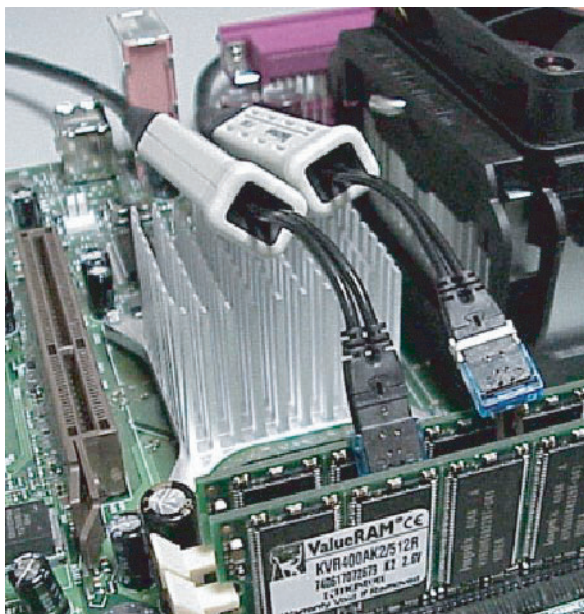

图 10：焊接 Tip-Clip 组件
- 在局促的空间内进行测量时，使用一个或多个焊入电路板的 Tip-Clip 组件。请参阅图 10。